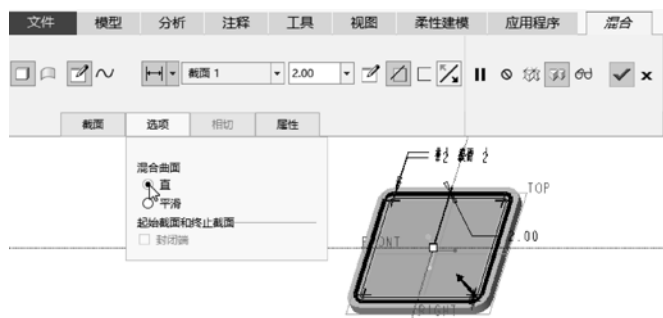

图 5-109 设置混合曲面的属性选项为“直”
(7) 在“混合”选项卡中打开“选项”面板，从“混合曲面”选项组中选择“直”单选按钮，如图 5-109 所示。